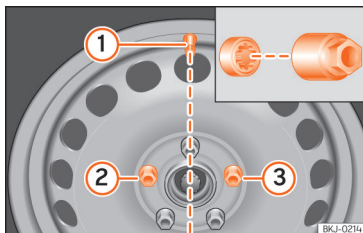

Abb. 241 Radwechsel: Reifenventil ① und Einbauort der Anti-Diebstahl-Radschraube ② oder ③.
>>> [Abb. 241] ② oder ③ bezogen auf die Lage des Reifenventils ① eingeschraubt sein. Die Radvollblende kann sonst nicht montiert werden.